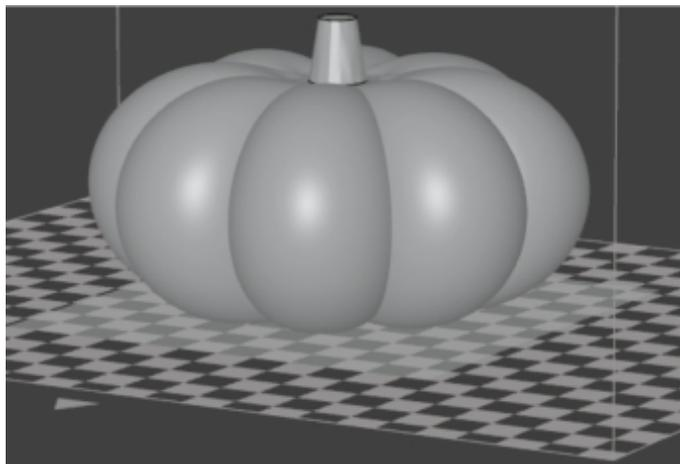

图7-3-22 自动摆放
①将模型导入UpStudio软件，使用“自动摆放”功能，如图7-3-22所示。